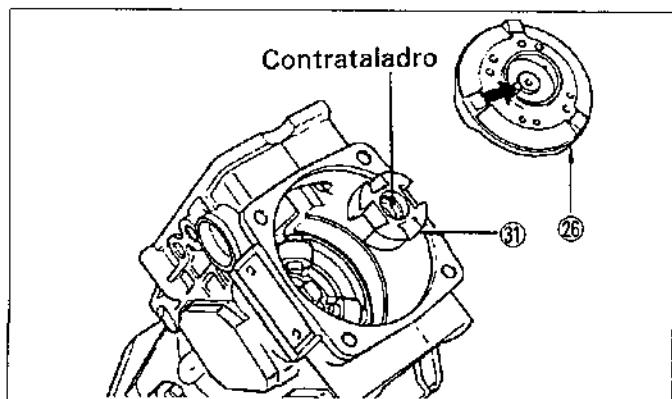

Figura.14-19 Instalación del acoplador
Instale el eje impulsor en el acoplador de leva ⑪ encima de las colas del eje impulsor y en el centro del anillo de rodillos. Asegúrese de que el contrataladro del acoplamdor, provisto para el resorte de acoplamiento, esté en el lado contrario del eje impulsor. (Vea la figura.14-19)